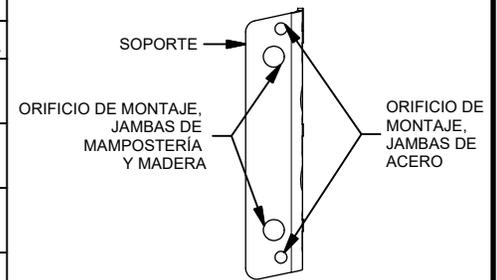

FIGURA 9: ENTRE PARTES TRASERAS DE LAS GUÍAS
- Las guías deben montarse centradas con respecto a la abertura, la cual deberá ser igual a la anchura de la cortina + 2,54 cm (1"). Entre partes traseras de las guías. Vea la figura 9. Ambas guía deben estar verticales y la puerta debe estar nivelada.
* 4.4 cm (1 3/4") para puertas con cortina de 6,4 cm (2 1/2") adicional (Vea la figura 9)
* 5 cm (2") para puertas con cortina de 7,6 cm (3") adicional (Vea la figura 9)